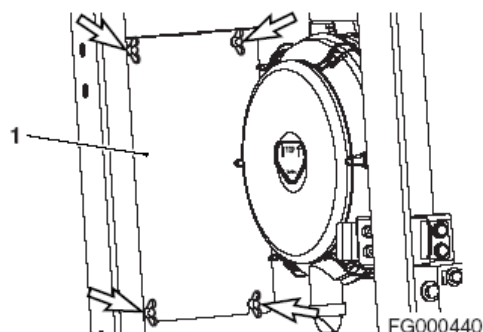

Рис. 79
1. Открыть переднюю левую дверь машины, снять 4 барашковых болта и прокладки, а так же дверцу для обслуживания (1, рис. 79).